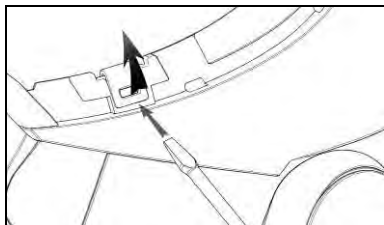

Fig. 28
- Afkobl klipsene til højre ved at bruge en flad skruetrækker (eller lignende redskab) som løftestang og løfte opad, som vist på Fig. 28.